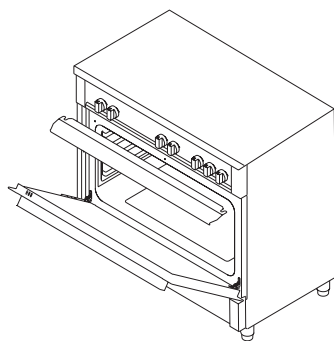

Figura 27
3. Posizionare il pannello di sicurezza sotto il pannello di controllo, aprendo il vetro del coperchio anteriore del forno. (figura 27)